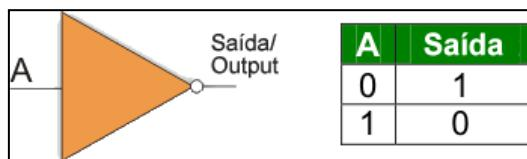

Figura 1.33 - Símbolo gráfico e Tabela verdade da porta NOT.
Esta porta lógica tem apenas uma porta de entrada e uma de saída. Ela funciona de uma maneira extremamente simples. Quando é aplicada lógica zero (0) na entrada, a lógica um (1) aparecerá na saída e vice-versa. Isto significa que esta porta inverte o sinal aplicado a ela. É às vezes é chamada de porta inversora. (Figura 1.33)